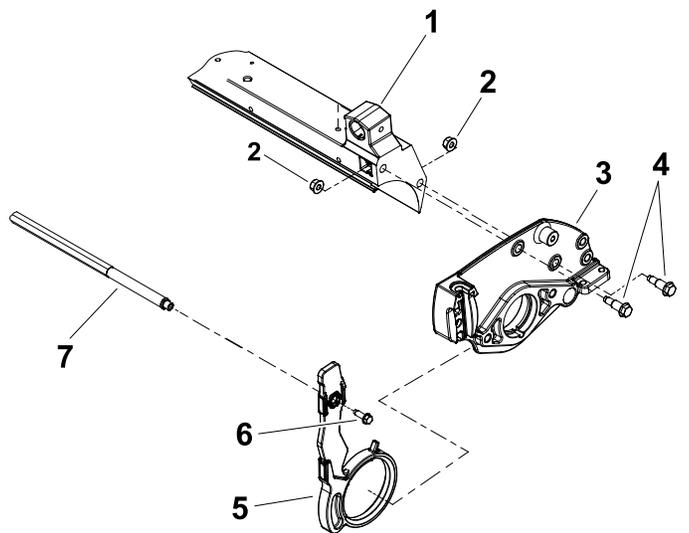

図 12
2. サイドプレートに新しいピッチアームを取り付け、カッティングユニットのリールアセンブリに注意深く取り付ける 図 12。
3. カッティングユニットのクロスメンバーにサイドプレートを固定するショルダボルトとフランジナットを使用 図 12。
5. クロスリンクをピッチアームに取り付けて、ワッシャヘッドねじ2本で固定する 図 12。